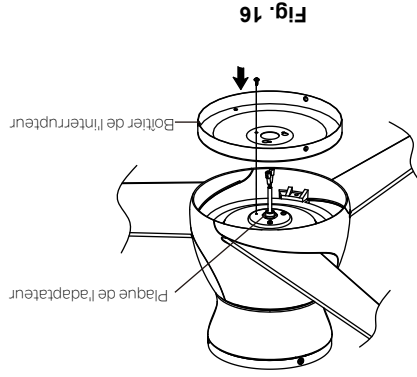

Fig. 16
Étape 1. Retirer l'une des trois (3) vis préinstallées sur la plaque de l'adaptateur et la conserver pour une utilisation ultérieure. Desserer les deux autres (ne pas les enlever). Placer les deux trous de la fente sur le boîtier de l'interrupteur jusqu'à ce qu'il soit verrouillé au niveau de l'extrémité étroite des trous en forme de serrure. Fixer en serrant les 2 vis précédemment desserrées ainsi que celle précédemment retirée (Fig. 16).